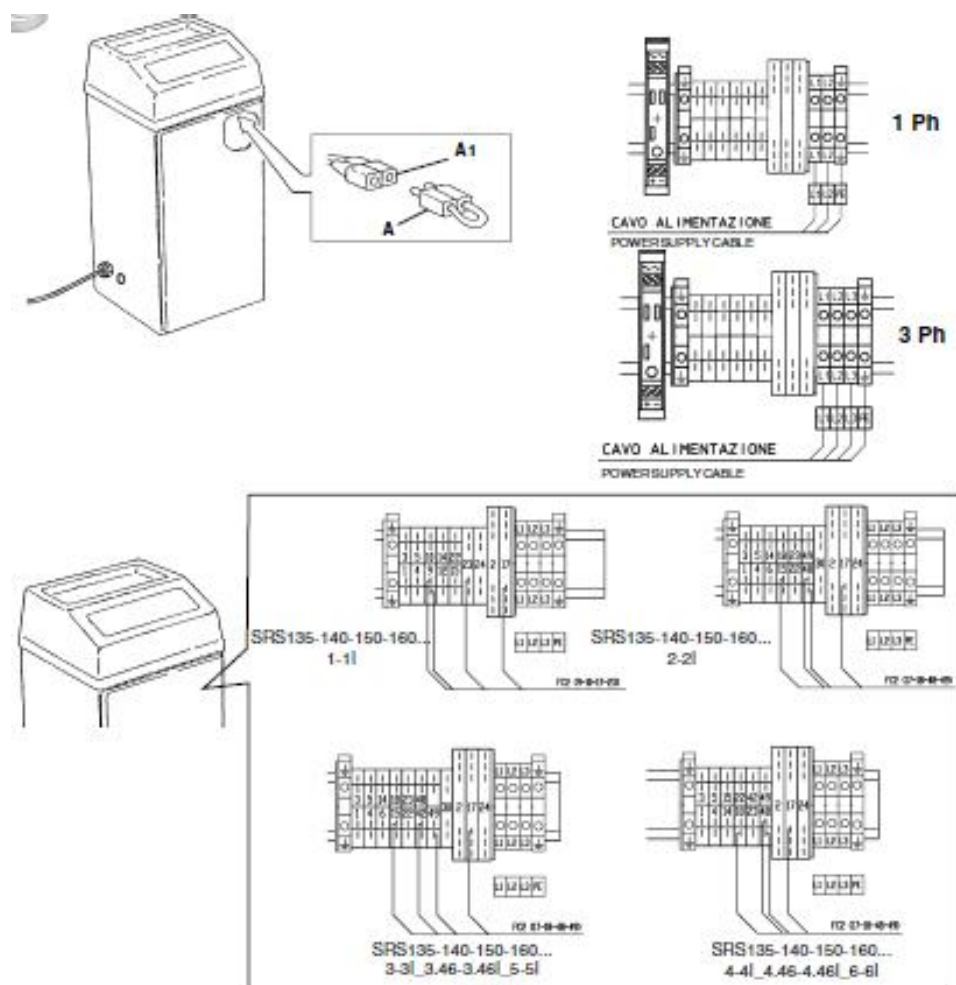
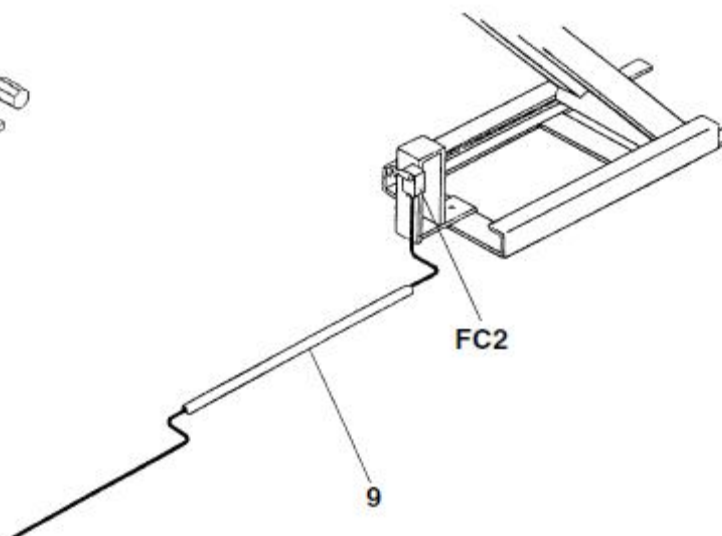

Fig. 23
Рис. 25
4.7 Fitting the limit switch FC2 and pressure switches 4.7.1 SRS135-140-150-160...3-3.46-4-4.46-5-6 (I) Connect the leads in the control unit to solenoid valves EV5, EV6, EV7, EV8 to pressure switch (CP) (See figure 24). Place the microswitch FC2 below platform P1, fit the cable in the cableway (1 Fig. 24) and connect it to the terminal board in the control unit (see Fig. 23). Fasten the cableway to the floor using the plugs provided. Now place the platform P2 inside the pit, respecting the measurements shown in Fig. 18, especially dimension 870+3 between the platforms, placing the shims (2) under the setscrews (1) of the base.	4.7 Установка ограничительного переключателя FC2 и датчиков давления 4.7.1 SRS135-140-150-160...3-3.46-4-4.46-5-6 (I) Подсоедините подводящие провода в блоке управления к электромагнитным клапанам EV5, EV6, EV7, EV8 к датчику давления (CP) (См. Рис. 24). Поместите микропереключатель FC2 под платформу P1, проложите кабель в канал (1 Рис. 24) и подсоедините его к клеммной панели в блоке управления (см. Рис. 23). Прикрепите кабель-канал к полу при помощи поставляемых в комплекте крепёжных элементов. Теперь поместите платформу P2 в приямок, соблюдая параметры, указанные на Рис. 18, особенно расстояние 870+3 между платформами, и помещая регулировочные прокладки (2) под установочные винты (1) основания.
4.7.2 SRS135-140-150-160...1-2 (I) Connect the leads in the control unit to pressure switch (CP) (see fig. 25). Place the microswitch FC2 below platform P1, fit the cable in the cableway (1 Fig. 25) and connect it to the terminal board in the control unit (see Fig. 23). Fasten the cableway to the floor using the plugs provided. Now place the platform P2 inside the pit, respecting the measurements shown in Fig. 18, especially dimension 870 +3 between the platforms, placing the shims (2) under the setscrews (1) of the base.	4.7.2 SRS135-140-150-160...1-2 (I) Подсоедините подводящие провода в блоке управления к датчику давления (CP) (см. Рис. 25). Поместите микропереключатель FC2 под платформу P1, проложите кабель в канал (1 Рис. 25) и подсоедините его к клеммам панели в блоке управления (см. Рис. 23). Прикрепите кабель-канал к полу при помощи поставляемых в комплекте крепёжных элементов. Теперь поместите платформу P2 в приямок, соблюдая параметры, указанные на Рис. 18, особенно расстояние 870+3 между платформами, и помещая регулировочные прокладки (2) под установочные винты (1) основания.